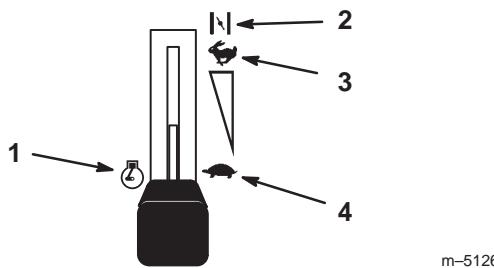

Figure 7
5. Placez la manette d'accélérateur en position de starter (Fig. 7) pour démarrer à froid.
7. Lorsque le moteur a démarré, placez la manette d'accélérateur à mi-course entre les positions de régime maximum et de ralenti (Fig. 7). Laissez chauffer le moteur pendant 3 à 5 minutes avant de mettre la manette d'accélérateur en position de régime maximum.
1. Placez la manette d'accélérateur en position de ralenti (Fig. 7).